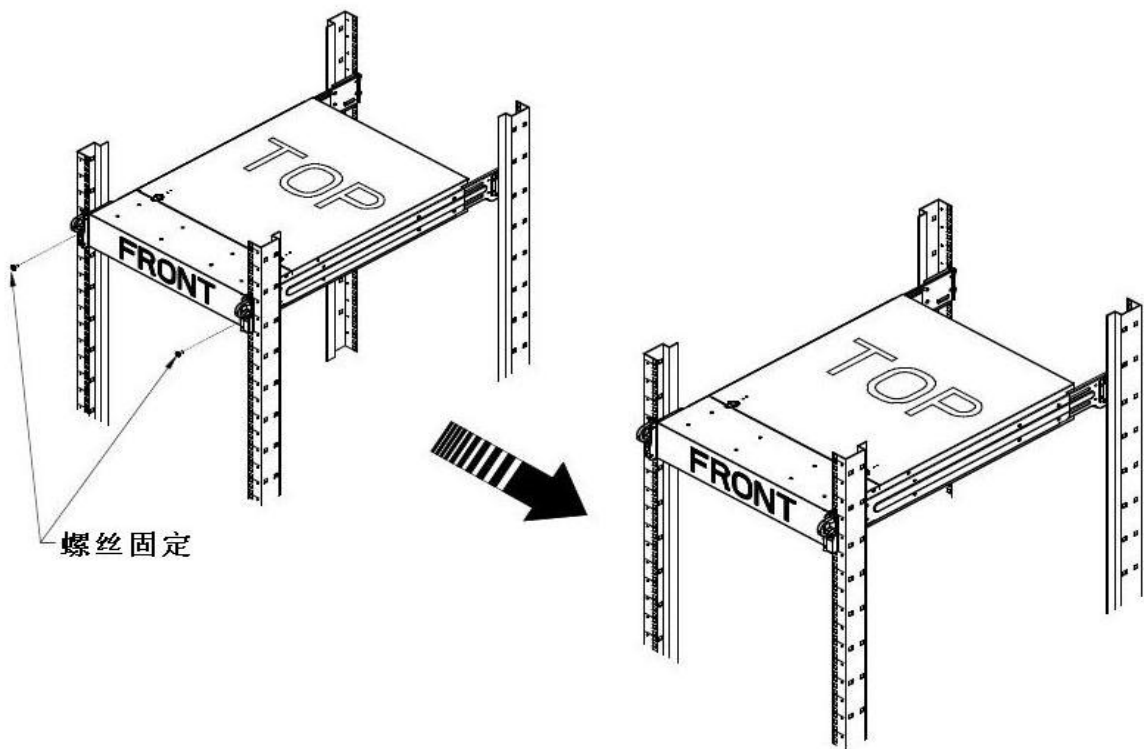

图 1-5
- 4、通过存储系统前面板左右两侧的各一颗螺丝，将存储系统固定在机柜上，上架安装完成，如图 1-5 所示。